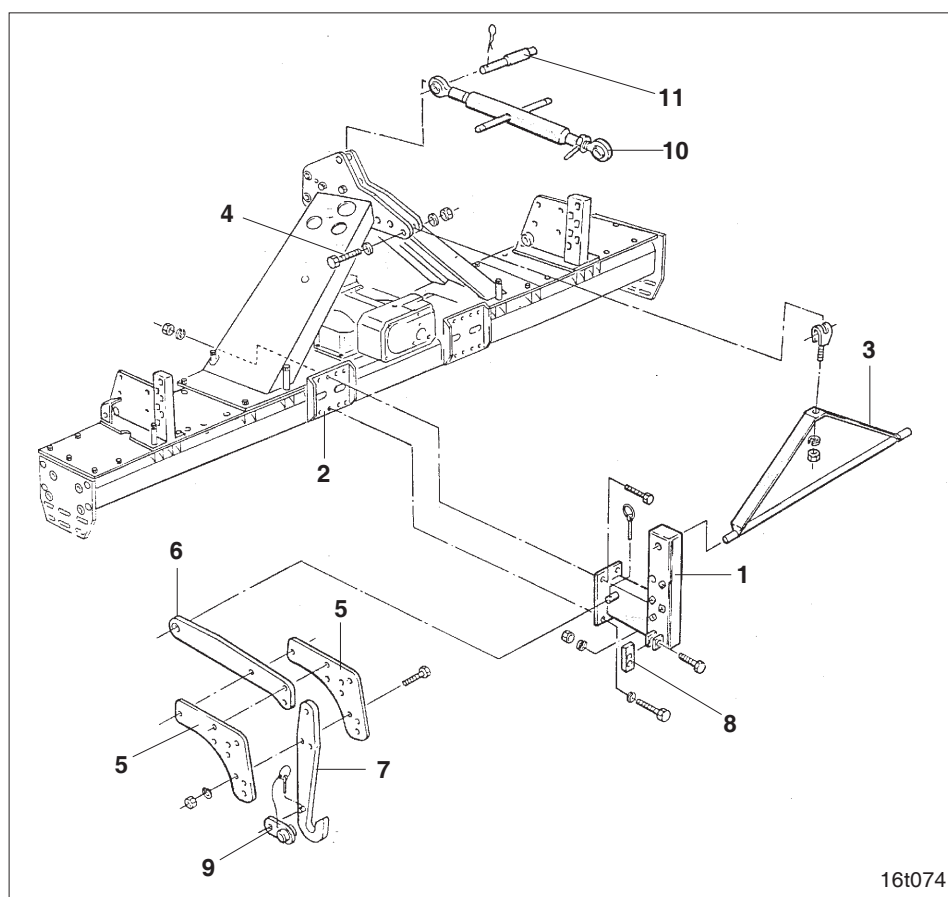
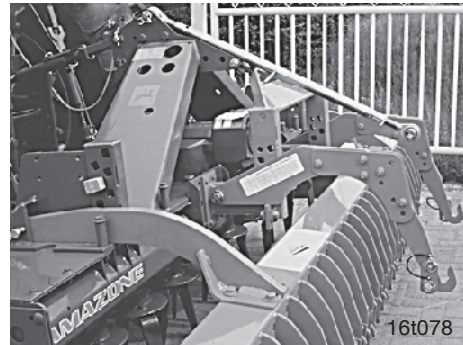

Fig. 12.4
Fig. 12.5
- Auflagen (Fig. 12.4/8) so einstellen, daß die Sämaschine mühelos angekuppelt werden kann.
- Sicherungslaschen (Fig. 12.4/9) über die Zapfen der Unterlenker schieben und mit Klappsteckern sichern.
- Oberlenker Kat. II (Fig. 12.1/1) an den oberen Anlenkpunkten von Sämaschine und Bodenbearbeitungsmaschine mit Bolzen (Fig. 12.4/11) abstecken, sichern und die Sämaschine gerade ausrichten.
Die „verstellbaren Kupplungsteile“ sind in drei Ausführungen (siehe Kap. 12.0) lieferbar. Die Montage der Kupplungsteile ist in allen drei Fällen gleich. Allerdings haben die Montageteile unterschiedliche Bauformen. Dargestellt sind in Fig. 12.4 die „verstellbaren Kupplungsteile“ für Bodenbearbeitungsmaschinen mit Zahnpackerwalze PW 420.
➔ Angekuppelt werden können Sämaschinen mit Unterlenker-Anlenkpunkten der Kat. II. Zum Befestigen von Sämaschinen mit Kat. I sind die Abstützungen (Fig. 12.4/1) untereinander auszutauschen.
- Abstützungen (Fig. 12.4/1) rechts und links an den Platten (Fig. 12.4/2) der Bodenbearbeitungsmaschine anschrauben (siehe auch Fig. 12.5). Befestigen Sie auch gleich den Spannrahmen (Fig. 12.4/3) zwischen den Abstützungen.
- Am oberen Anlenkpunkt der Bodenbearbeitungsmaschine ist der Spannrahmen mit der Skt.-Schraube M 20 x 100 (Fig. 12.4/4) zu befestigen.
- Einstellbleche (Fig. 12.4/5) am Unterlenkerarm (Fig. 12.4/6) befestigen.
- Fanghaken (Fig. 12.4/7) so anschrauben, daß die nachlaufende Sämaschine möglichst dicht hinter der Walze befestigt werden kann. Dabei sind folgende Einstellungen möglich:
In jedem Fall ist darauf zu achten, daß jeder Fanghaken (Fig. 12.4/7) mit mindestens zwei Skt.-Schrauben an den Einstellblechen (Fig. 12.4/5) befestigt wird.